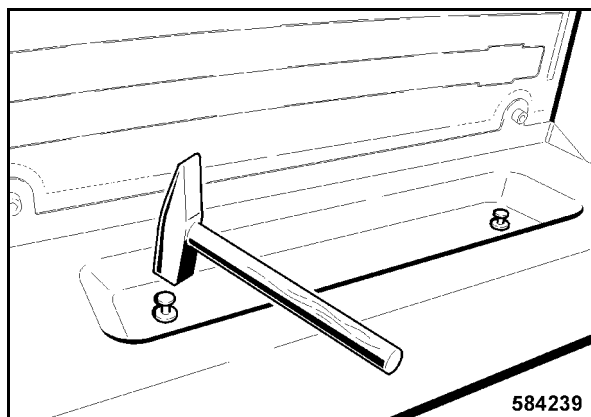

Fig. 216
- Insertar el depósito trasero y encajar ambas fijaciones de plástico con cuidado en los agujeros (Fig. 216) haciendo uso de un martillo.